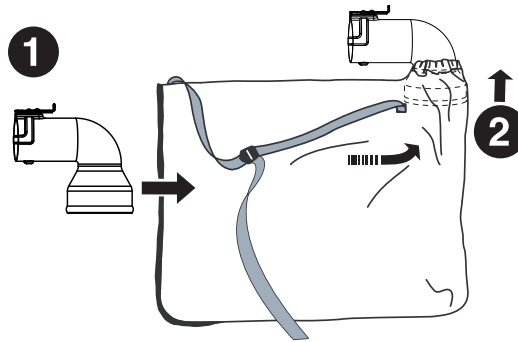

Fig. 2
2. Ouvrez la fermeture éclair du sac de collecte et insérez-y le tube d'épaule [15]. Si l'installation est correcte, l'extrémité la plus large de l'adaptateur doit rester à l'intérieur du sac. [Fig. 2]